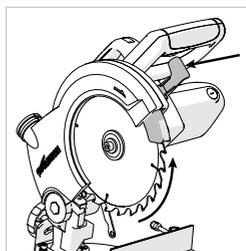

Fig. 25
- Premere il tasto inferiore coprilama leva di bloccaggio (a) e ruotare la protezione della lama inferiore (b) e nella protezione della lama superiore. **(Fig. 25)**